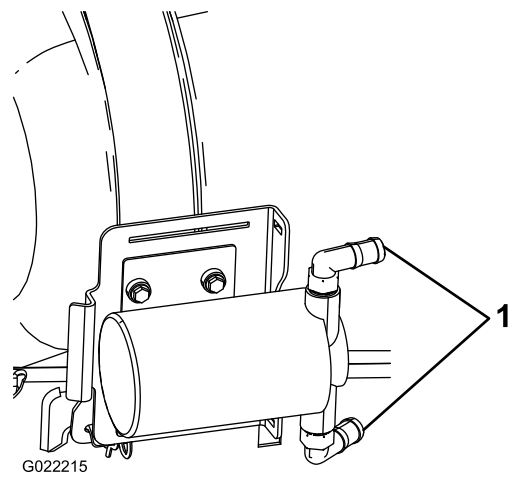

Figura 9
5. Conecte los conectores de manguera de la bomba según se muestra en Figura 9.